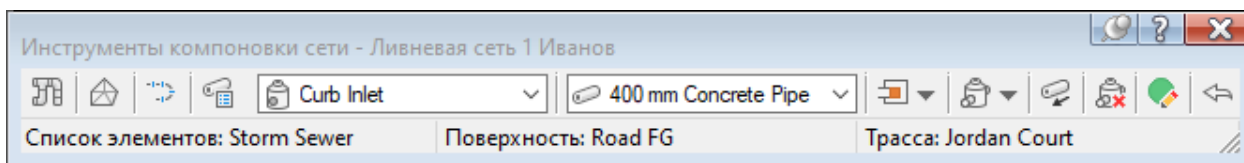

Рис. 1.6. Вид панели **Инструменты компоновки сети** после выбора колодца и трубы
Если предварительная схема проектируемого трубопровода отсутствует или необходима вся полнота управления проектным решением, то лучше обратиться к созданию трубопроводной сети по компоновке. Этот способ осуществляется с помощью команды **Инструменты компоновки сети**. После запуска этой команды и ввода некоторой информации о трубопроводной сети вы увидите панель **Инструменты компоновки сети** (рис. 1.6). Она похожа на панели инструментов, которые вы уже использовали ранее для других случаев проектирования по компоновке, например для создания трасс или профилей по компоновке.
19. Вам предлагается указать точку вставки колодца. В левом окне увеличьте изображение в области красных окружностей на *Jordan Court* около пикета 0+170. В панели **Инструменты компоновки сети** выполните следующие операции (см. рис. 1.6):
- чтобы выбрать колодец, в первом выпадающем списке щелкните по пункту *Rectangular Junction Structure NF (SI)* (Прямоугольный стыковой колодец), в ней выберите *Curb Inlet* (Придорожный колодец);